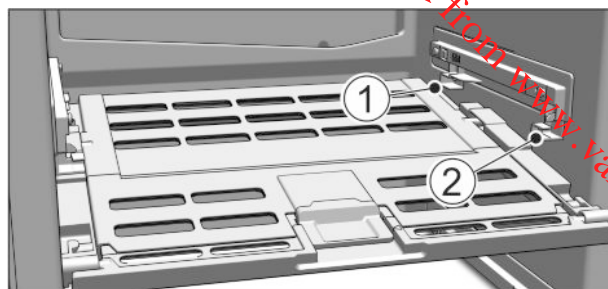

Fig. 10
► Deksel Fruit & Vegetable-Safe aanbrengen: Dekselranden van onder in de achterste houder Fig. 10 (1) plaatsen en van voren in de houder Fig. 10 (2) klikken.